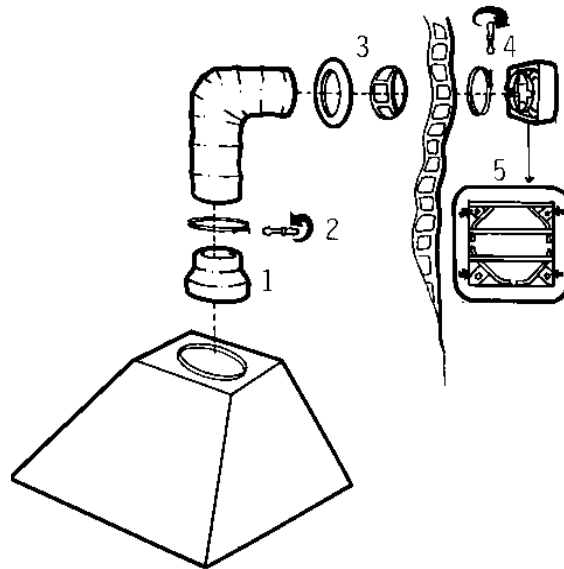

Figura 10
- 1- Encaixe a Flange de Redução na Coifa.(Figura 10).